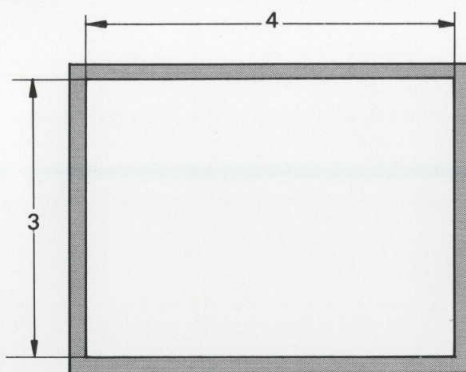

Fig.3-8-1 Markierungsblatt
- Es kann auch ein **Markierungsblatt** gemäß **Fig. 3-8-1** auf den Bildschirm aufgeklebt werden.